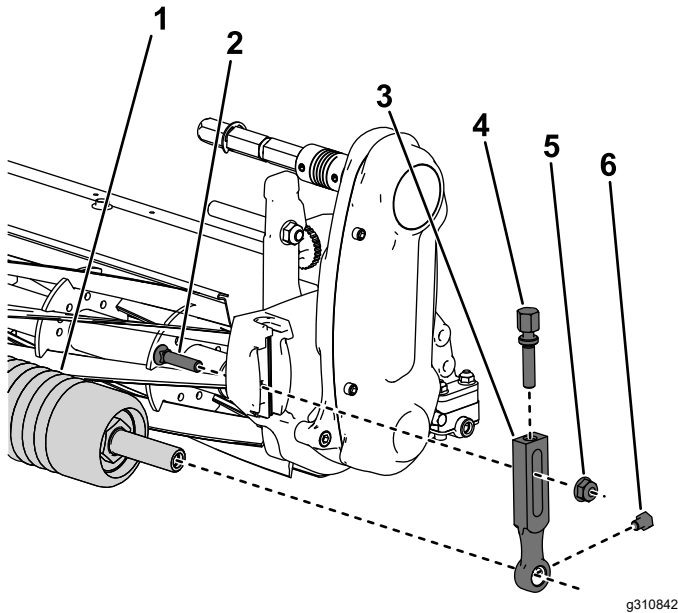

Bild 3
1. Entfernen Sie die Befestigungsschraube, Scheibe und Bundmutter, mit denen einer der Schnitthöhenarme an der Seitenplatte der Schneideinheit befestigt ist (Bild 3).